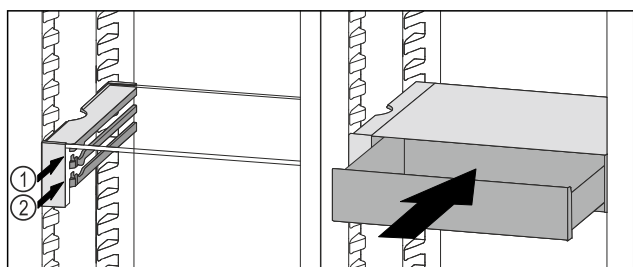

Fig. 100
- Sæt VarioSafe-skuffen ind bag stoppene på den ønskede ribbe Fig. 100 (1) eller Fig. 100 (2).